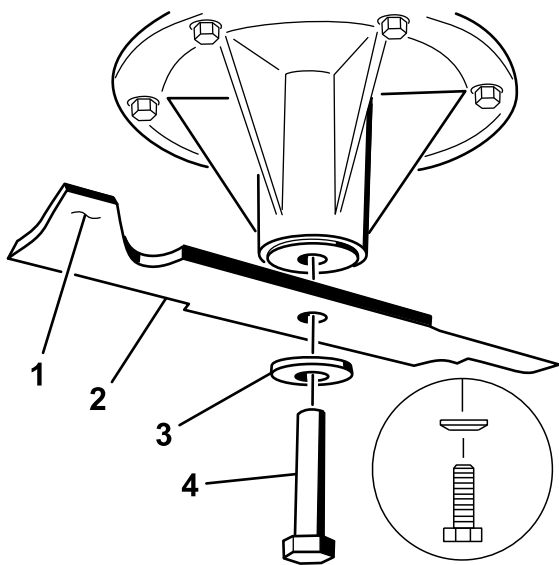
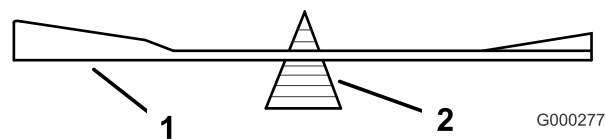

Figura 96
Figura 98
2. Retire del eje el perno de la cuchilla, la arandela curva y la cuchilla (Figura 96).
- Verifique el equilibrio de la cuchilla colocándola sobre un equilibrador de cuchillas (Figura 98). Si la cuchilla se mantiene horizontal, está equilibrada y puede utilizarse. Si la cuchilla no está equilibrada, rebaje algo el metal en la parte de la vela solamente (Figura 96). Repita este procedimiento hasta que la cuchilla esté equilibrada.